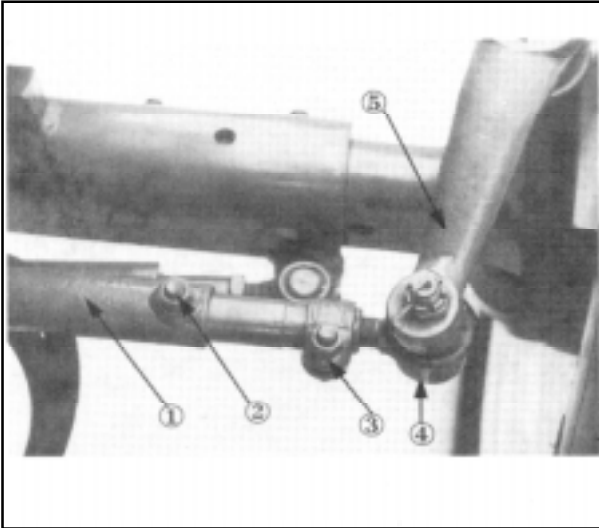

Figure 4
2. Slacken the trac rod clamp bolt. Figure 4.